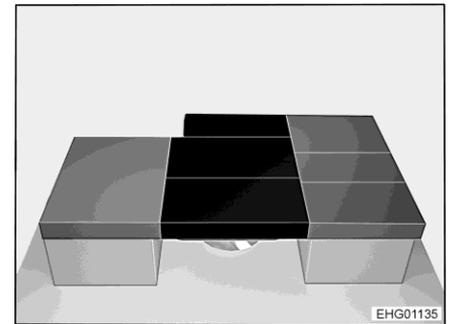

Fig. 171 Après la transformation
- Poser trois coussins supplémentaires conformément à la Fig. 171.